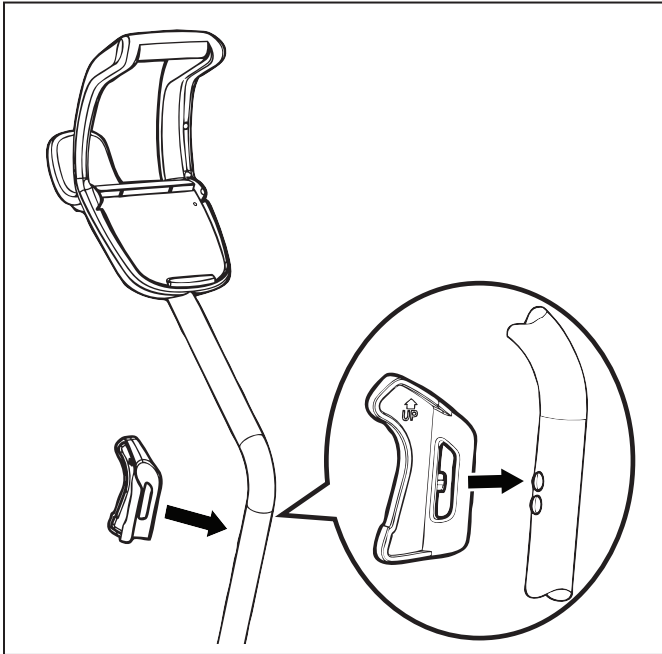

Figure 7. Mettre en place l'attache du robot nettoyeur
8. Aligner les broches des attaches du robot nettoyeur sur les trous de la tige de manutention et encliqueter en place (Figure 7).